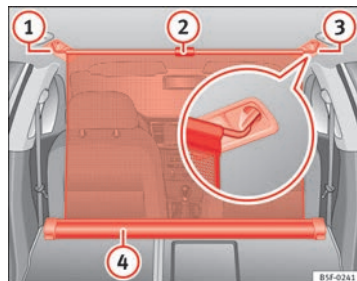

Fig. 101 No porta-bagagens: rede de separação fixa com os encostos do banco traseiro rebatidos.
- Puxe a aba para cima ⇒ Fig. 101 2 para tirar a rede da carcaça 4.